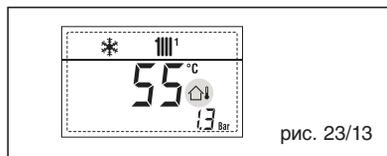

рис. 23/13
– СРАБАТЫВАНИЕ ПРЕДОХРАНИТЕЛЬНОГО ТЕРМОСТАТА ПЕРВОЙ СМЕШАННОЙ ЗОНЫ “ТРЕВ 20” (рис. 23/14)